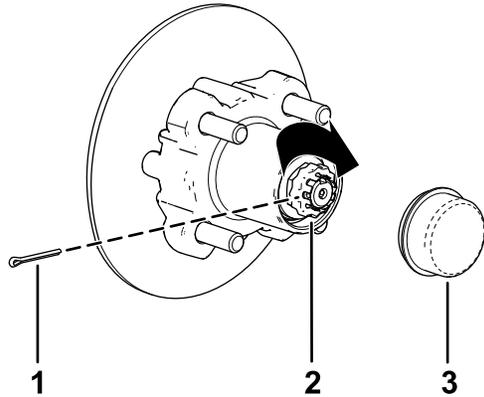

Figure 33
alignés afin de pouvoir insérer la goupille fendue (Figure 33).
9. Insérez la goupille fendue et repliez chacune de ses pattes autour de l'arrêt d'écrou (Figure 33).
10. Reposez le couvre-moyeu sur le moyeu (Figure 33).